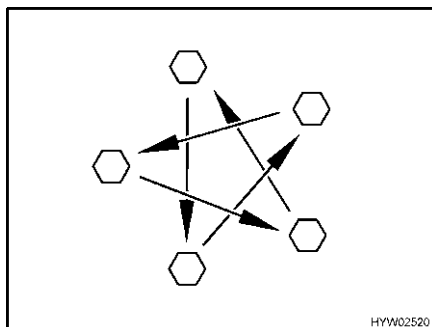

Bild 228 Radmuttern oder Radschrauben über Kreuz anziehen
- Radmuttern oder Radschrauben regelmäßig auf festen Sitz prüfen. Radmuttern oder Radschrauben eines ausgewechselten Rades nach 50 km über Kreuz nachziehen (Bild 228). Anziehdrehmoment siehe Abschnitt 13.5.2.
- ▷ Radmuttern oder Radschrauben über Kreuz anziehen (Bild 228).